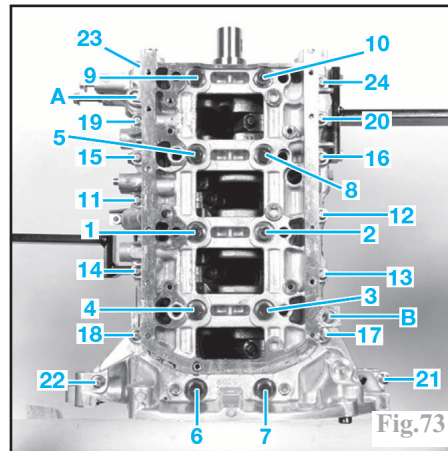

Fig.73
Monter le carter de chapeaux de paliers de vilebrequin sur le carter-cylindres en le centrant avec les deux piges PSA 194.N en (A) et (B) (Fig.73).